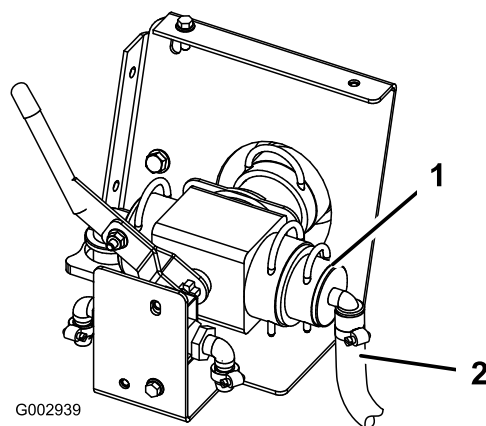

Figure 33
21. Branchez l'ensemble flexible de 3/4 pouce au distributeur en face de l'avant du véhicule (Figure 33).